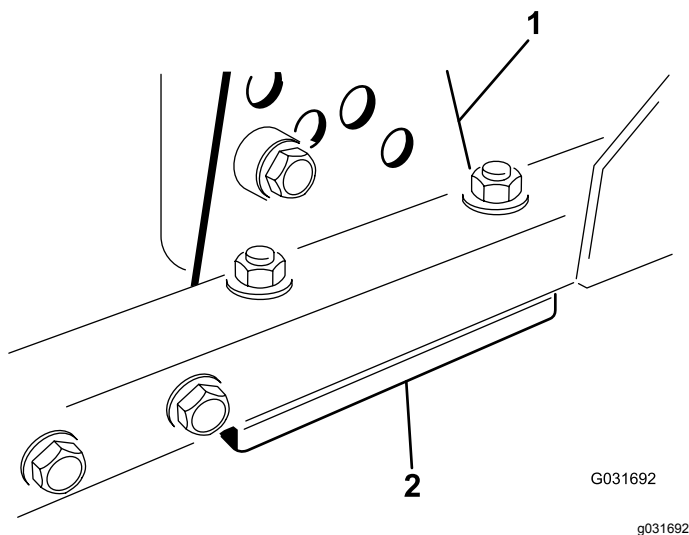

Figura 65
1. Retire el soporte de altura de corte (delantero, izquierdo o derecho) del bastidor de la carcasa (Figura 65).
2. Coloque suplementos de 1,5 mm y/o 0,7 mm entre el bastidor de la carcasa y el soporte hasta lograr el ajuste de altura deseado (Figura 65).